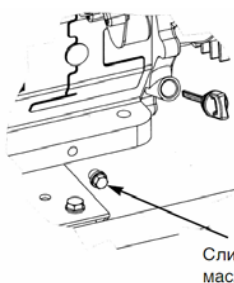
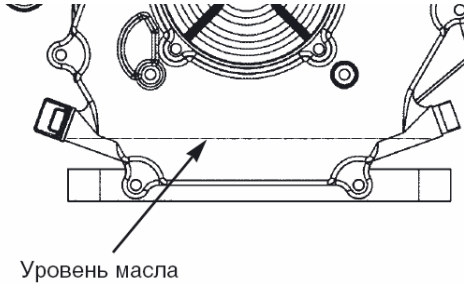

Рис. 5.
Рис. 6.
9.2.1. Вывинтить щуп-пробку поз. 24 (рис. 1) из горловины картера, см. также рис. 5. Опустить в горловину сухой, чистый щуп и вытащить его - край смоченной маслом области должен располагаться между отметками минимального и максимального допустимого уровня.
9.2.2. Залить в горловину масло до нижнего края заливного отверстия (рис. 6). Проверить уровень масла в соответствии с п. 9.2.1.
9.6.1. На прогревом до рабочей температуры двигателе вывинтить пробку для слива масла поз. 23 (рис. 1), см. также рис. 5., поместив под сливным отверстием вспомогательную емкость. После прекращения истечения масла установить пробку на штатное место и затянуть. Залить масло в горловину, удалив шуп поз. 24 (рис. 1), см. также рис. 6, до нижнего края заливного отверстия (рис. 6). Проверить уровень в соответствии с п. 9.2.